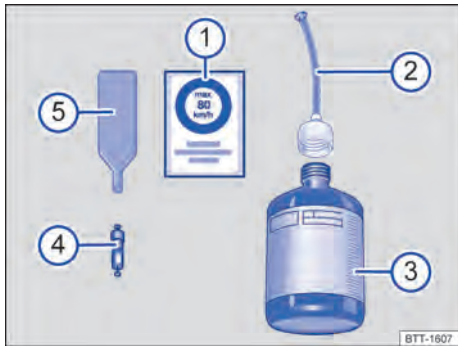

Fig. 262 Representación esquemática: componentes del kit reparapinchazos.
El kit reparapinchazos se compone de los siguientes elementos → fig. 262:
El **desmontaobuses** → fig. 262 5 lleva en el extremo inferior una ranura para el obús de la válvula. Solo así se puede desenroscar y volver a enroscar el obús de la válvula del neumático. Esto también vale para el obús de repuesto 4.
- Desenrosque el obús de la válvula con el desmontaobuses → fig. 262 ⑤ y deposítelo sobre una superficie limpia.
- Agite enérgicamente la botella de sellante → fig. 262 ③ varias veces.
- Enrosque fijamente el tubo de llenado → fig. 262 ② en la botella de sellante en el sentido de las agujas del reloj. El precinto de la boca de la botella se perfora automáticamente.
- Retire el tapón del tubo de llenado → fig. 262 ② e introduzca el extremo abierto en la válvula del neumático por completo.
- Enrosque nuevamente el obús en la válvula del neumático con el desmontaobuses → fig. 262 ⑤.